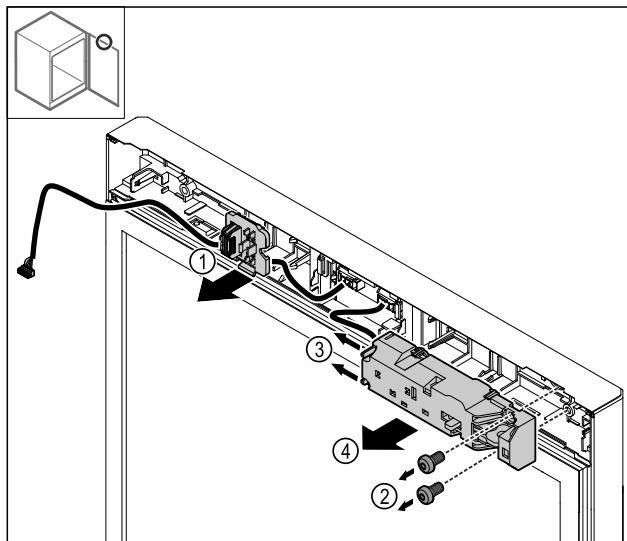

Fig. 27
- Odistite držiak zástrčky Fig. 27 (1).
- Odstráňte skrutky Fig. 27 (2).
- Potlačte výstupky Fig. 27 (3) do strany a odoberte elektrickú zámku Fig. 27 (4).